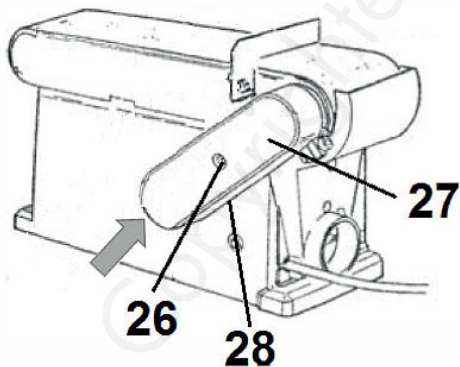

Fig. 21 : Remplacement de la courroie d'entraînement
1. Retirez le couvercle du boîtier de la courroie (figure 21, 27) en desserrant la vis (figure 21, 26).